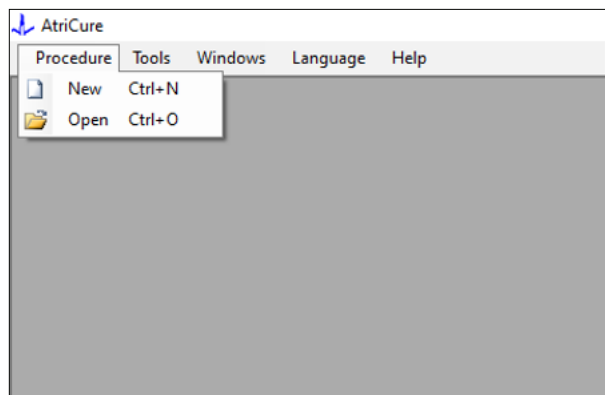
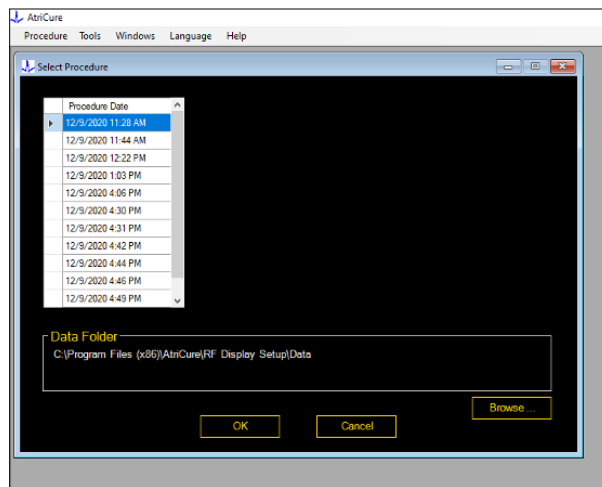

Figura 6: Opción de abrir una ablación específica para su revisión
Figura 7: Selección de la ablación realizada anteriormente para su revisión (imagen solo para referencia)
1. Selección de Procedimiento > Abrir (consulte **Figura 6** y **Figura 7**):